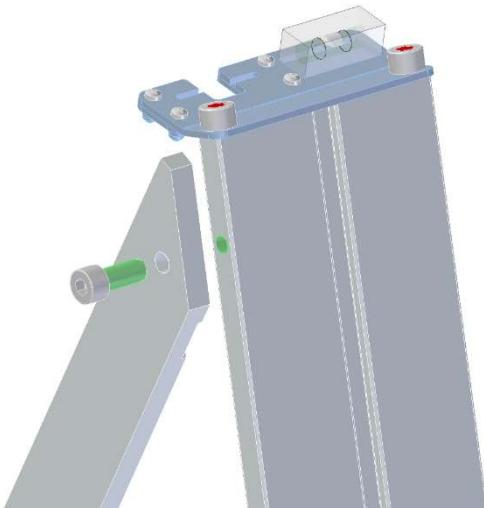

Fig. 1: Montaje del puntal de apoyo en el caballote de soporte
- Se afloja el tornillo (ver Fig. 1), se abre el puntal de apoyo en la posición de erección.